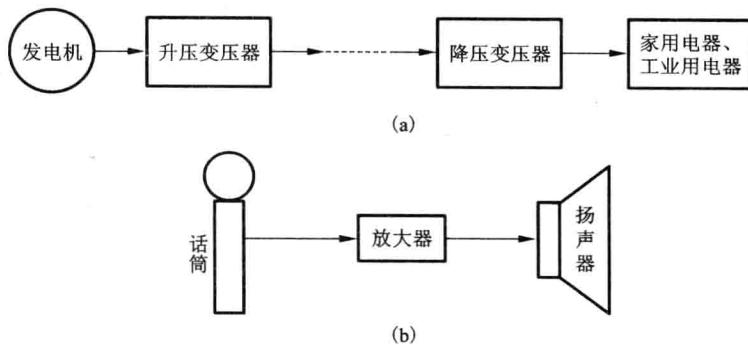

图 1-6 电路示意图
(1) 进行电能的传输、分配与转换,图1-6(a)所示为电力系统输电电路示意图。其中,发电机是电源,家用电器和工业用电器等是负载,而变压器和输电线等则是中间环节。
(2)信号的传递与处理，图 1-6(b)所示为扩音机示意图。其中，话筒是发出信号的设备，称为信号源，相当于电源。但与上述的发电机、电池等电源不同，信号源输出的电压或电流信号取决于其所加的信息。扬声器是负载，放大器等则是中间环节。